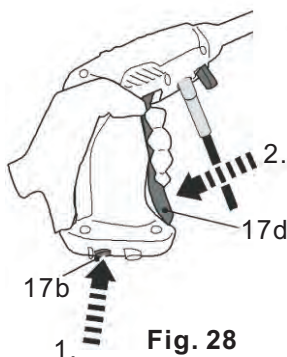

Fig. 28
- > Déverrouillez la gâchette en appuyant sur le bouton de désactivation (17b) (Fig. 28).